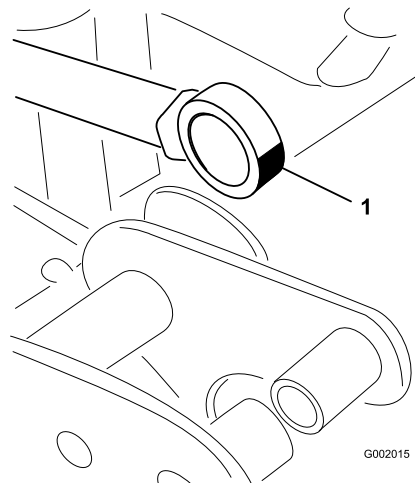

Bild 48
5. Drehen Sie das Ende des Aktuatorstangenlagers und schmieren Sie Schmiermittel in das Lager (Bild 48).